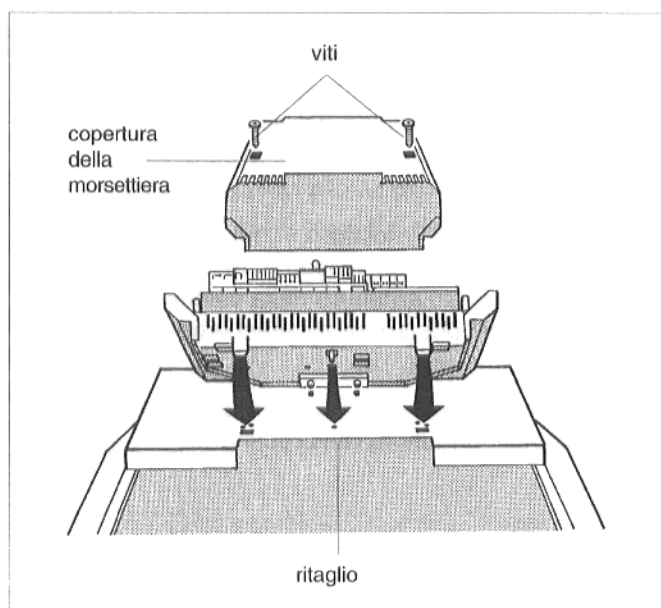

Fig. 13: Aprire ed inserire l'apparecchio di regolazione 2000
- Svitare le due viti del listello coprimorsettiera dell'apparecchio di regolazione. Togliere il listello coprimorsettiera (Fig. 13 opp. 14).
Stendere i capillari delle sonde per la temperatura e, in caso di regolazione "Ecomatic", alloggiare la condotta per la sonda della temperatura dell'acqua nella caldaia nel ritaglio che si trova sul coperchio anteriore della caldaia (Fig. 13 opp. 14).
- Tirare in avanti l'apparecchio di regolazione premendolo verso il basso fino a quando i due ganci elastici si incastrano nelle forature posteriori (Fig. 13 opp. 14).